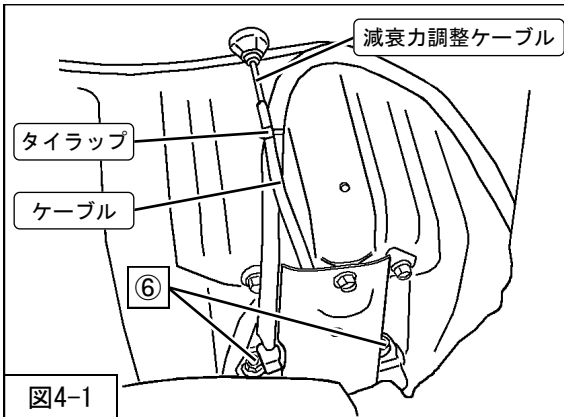
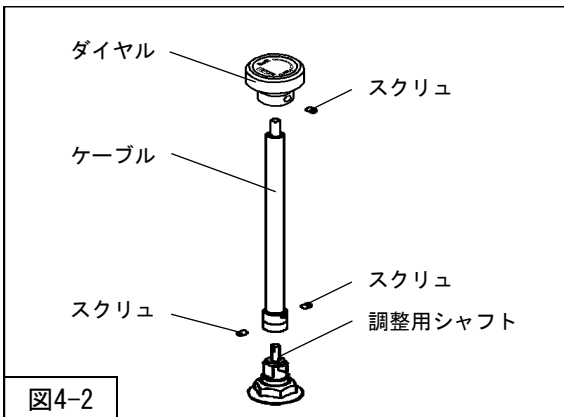

図4-1
図4-2
1. 減衰力調整ケーブル（同梱品）からダイヤルを取外してください。（図4-2）
2. リアサスペンションASSY先端の調整用シャフトにケーブルを取付け、トランクルーム内まで通してください。（図4-1・図4-2）
3. ケーブルにダイヤルを取付け、スクリュで固定してください。スクリュの締付けは六角レンチ（1.5mm・同梱品）を使用してください。（図4-2）
4. 減衰力調整ケーブルをタイラップ（同梱品）で固定してください。（図4-1）
を車両に取付けてください。（図4-1）